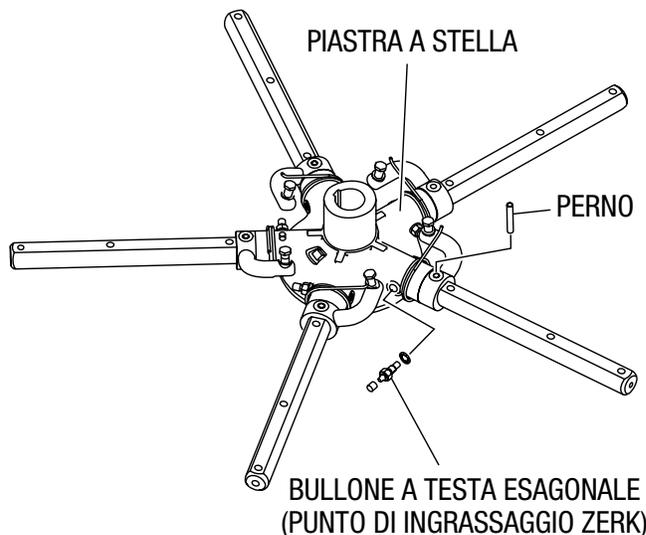

Figura 40. Rimuovere il perno e il punto di ingrassaggio zerk
2. Ogni braccio è tenuto in posizione sulla piastra a stella con un bullone esagonale (punto di ingrassaggio zerk) e un perno. Rimuovere il bullone esagonale e il perno (figura 40) dalla piastra a stella.